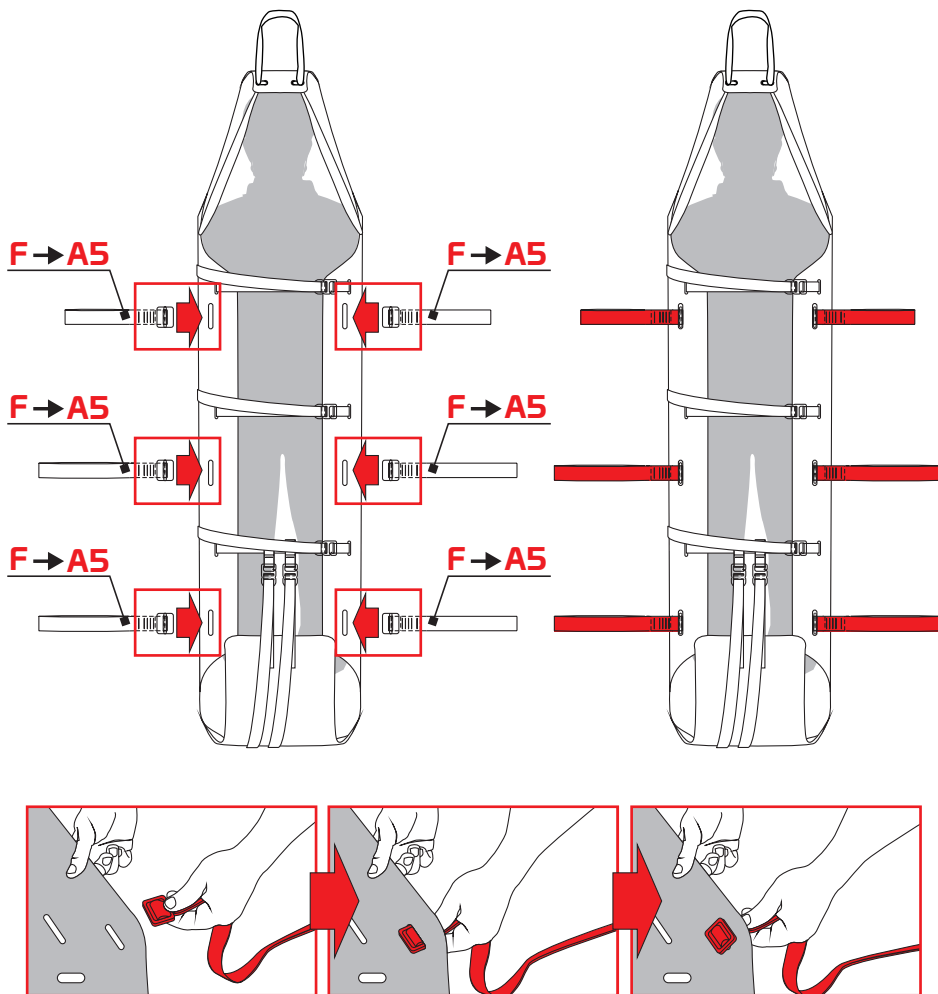

Fig.12
- a) trasporto manuale: inserire le maniglie laterali (F) nelle asole A5 del piano di appoggio (fig. 12) - Nota: si consiglia di inserire la coppia di maniglie più corte nelle asole posizionate in prossimità del busto del paziente per mantenere la testa più in alto rispetto ai piedi,